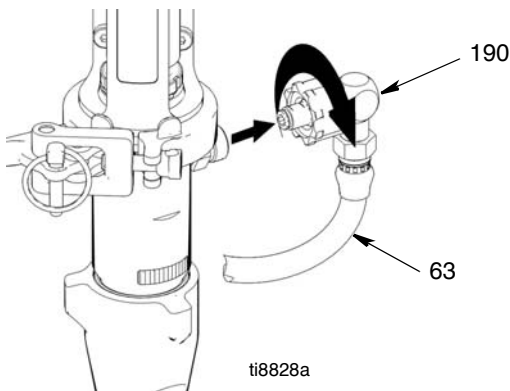

Рис. 14
4. (Рис. 14) Отсоедините фитинг шланга для краски (190) и шланг для краски (63) от фитинга насоса.